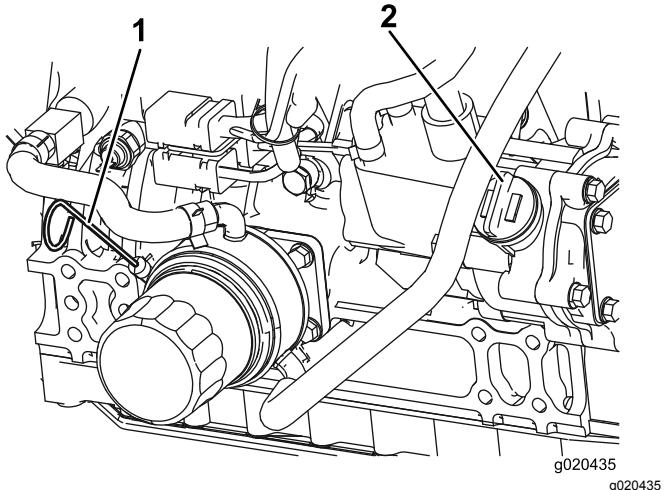

Figure 61
Le niveau d'huile doit se situer dans la plage de sécurité (Figure 61).
4. Si le niveau d'huile ne se situe pas dans la plage de sécurité, enlevez le bouchon de remplissage (Figure 61) et faites l'appoint jusqu'à ce que le niveau correct soit atteint.